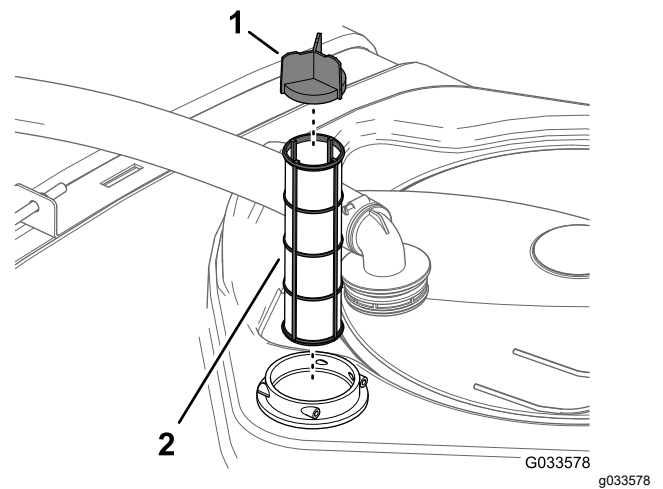

Figura 89
4. Îndepărtați filtrul de aspirație vechi din carcasa filtrului din rezervor (Figura 89).